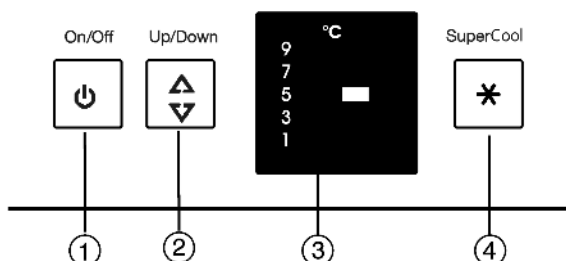

Fig. 2
- ▶ Нажмите кнопку On/Off Fig. 2 (1).
- ▶ Вызов регулировки температуры: один раз нажмите кнопку настройки Fig. 2 (2).
- ▶ Нажимайте последовательно кнопку настройки Fig. 2 (2) до тех пор, пока не загорится светодиод требуемой температуры.